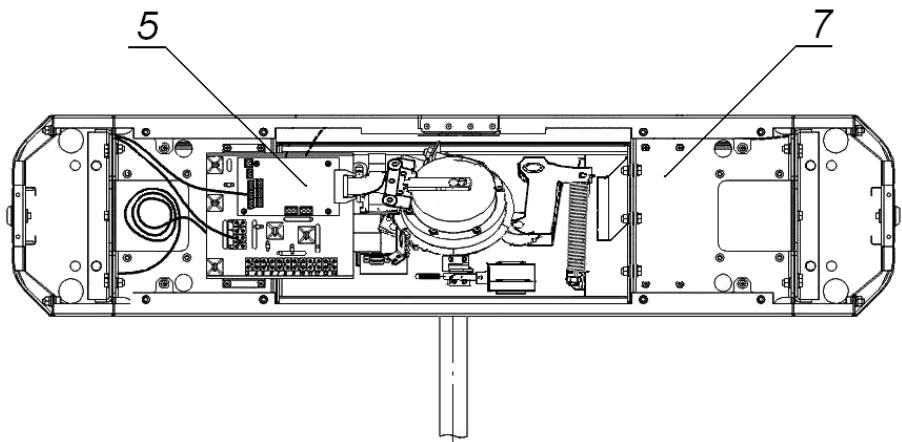
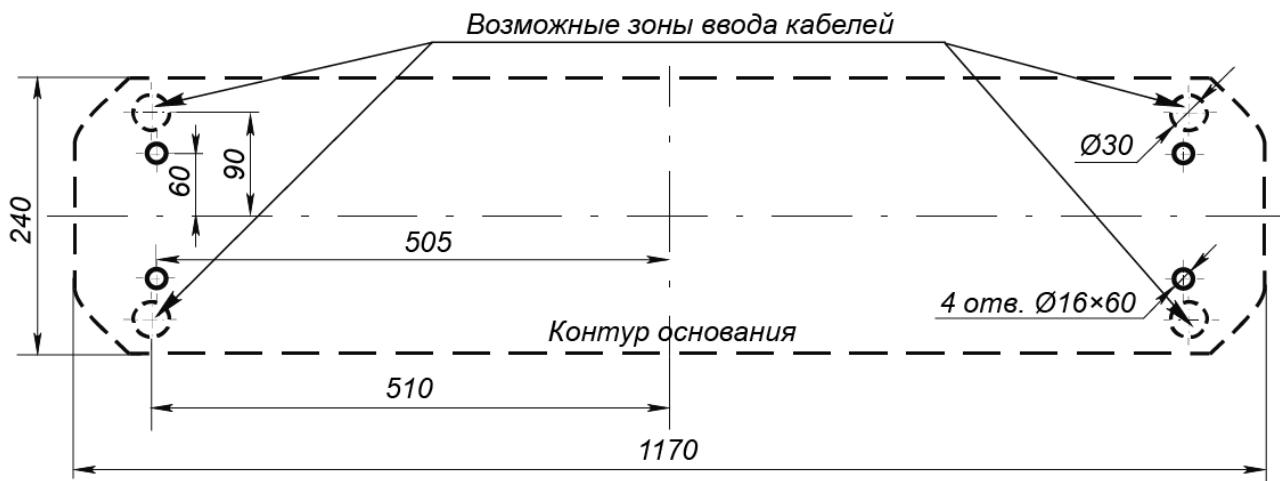

Рисунок 12. Схема прокладки кабелей в стойке турникета
Рисунок 13. Схема разметки для установки стойки турникета
3. Подготовьте в полу отверстия под гильзы анкеров для крепления стойки турникета (см. рис. 13). При необходимости прокладки кабелей под поверхностью пола подготовьте в полу кабельный канал, подходящий к зоне ввода этих кабелей в стойку турникета. Установку и крепление стойки производите после прокладки всех кабелей в кабельном канале и внутри стойки. Прокладка кабелей внутри стойки показана на рис. 12.
5. Демонтируйте заглушки стойки (7), открыв ключом замки (8). Установите стойку турникета на гильзы анкеров и закрепите ее болтами M10.
6. Снимите крышку турникета (3), отвернув ключом установочный винт (14) (см. разд. 6).
Конструкцией турникета предусмотрена возможность установки платы контроллера СКУД внутрь корпуса турникета. Установка платы осуществляется на кронштейн (7, рис. 12). Максимальный допустимый размер устанавливаемой платы контроллера $160 \times 150 \times 35$ мм.